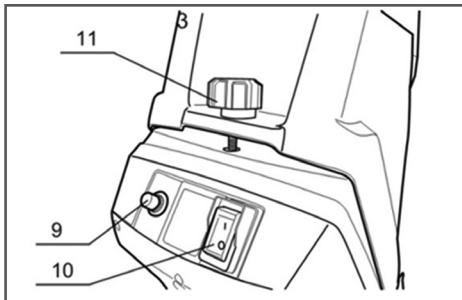

Рис. 6. Включение устройства
1. Убедитесь в том, что винт 11 (Рис. 6) надежно затянут.
3. Установите, нажатием на клавишу, электромагнитный выключатель 10 (Рис. 6) в положение «1» (ВКЛЮЧЕНО), электродвигатель включится.
На измельчителе установлен предохранитель 9 (Рис. 6). Если при работе возникает перегрузка, то предохранитель автоматически отключает двигатель (выскакивает кнопка предохранителя). Чтобы не допустить повреждений двигателя вследствие перегрева, устрой-
4. Открутите винт 11 крепления корпуса (Рис. 6) против часовой стрелки и откиньте вперед крышку загрузочного желоба.
8. Установите на место крышку загрузочного желоба и затяните её, поворачивая винт крепления корпуса 11 (Рис. 6) по часовой стрелке.
4. Открутите винт 11 крепления корпуса (Рис. 6) против часовой стрелки и откиньте вперед верхнюю часть корпуса.
11. Сложите верхнюю и нижнюю часть корпуса и затяните винт 11 крепления корпуса (Рис. 6).